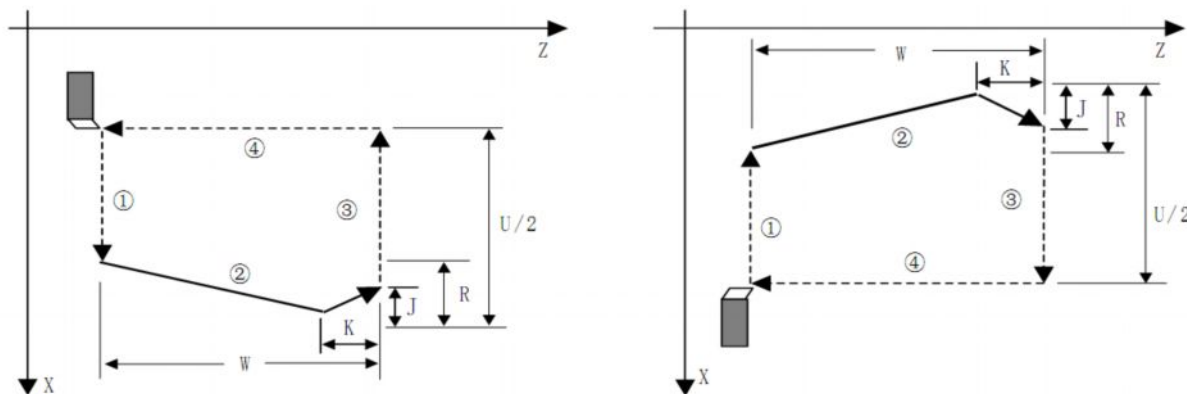

Рис.3-56
Функция команды: Врезная подача инструмента в радиальном направлении (X) и обработка в осевом направлении (Z или X, Z) из начальной точки для нарезания цилиндрической резьбы, нарезания резьбы метчиком с постоянным шагом. Выбег резьбы в команде G92: на указанном расстоянии из конечной точки нарезания резьбы выполняется винтовая интерполяция по оси Z и отвод инструмента по оси X с экспоненциальным или линейным разгоном, отвод инструмента по оси X на скорости быстрого перемещения после достижения конечной точки резания по оси Z, как показано на Рис. 3-56.
Траектория перемещения в команде: относительное положение между конечной точкой нарезания резьбы и начальной точкой с U, W, R. Траектория нарезания резьбы и направление выбега резьбы с различными знаками U, W, R показаны на Рис. 3-56:
- Направления перемещения $A \rightarrow C \rightarrow D \rightarrow E$ определяется знаками U, W , а направление $C \rightarrow D$ определяется знаком $R(i)$. В соответствии с четырьмя типами траектории обработки (Рис.3-56) выделяют четыре типа сочетания знаков U, W .